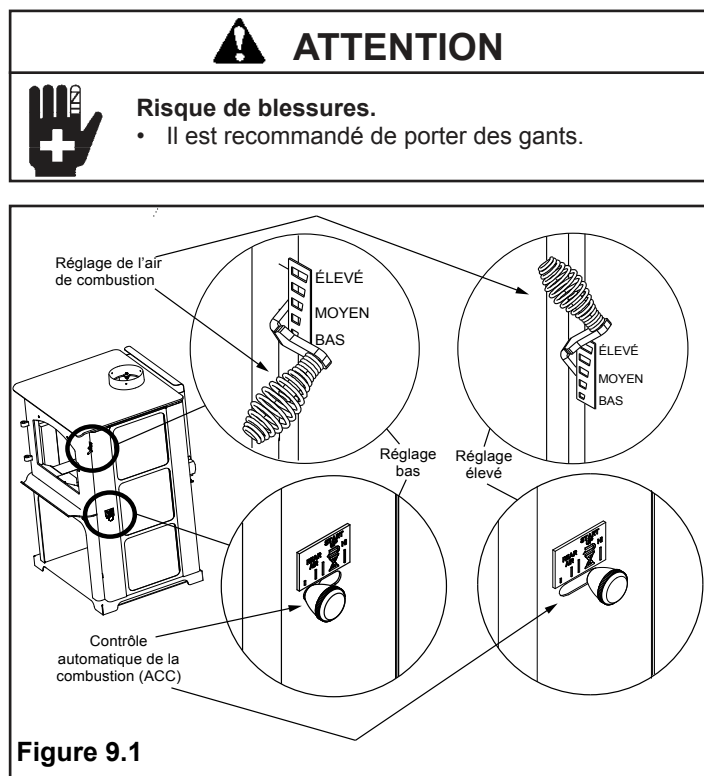

Figure 9.1
Ceci garantira un feu aussi propre que possible. Si les flammes s'éteignent, le taux de combustion est réglé à un niveau trop bas pour entretenir la combustion. Le réglage d'air situé dans l'angle supérieur droit sert à régler le taux de combustion. Il est appelé réglage de l'air de combustion. **Figure 9.1**
Cette admission d'air est située en haut sur l'avant de la boîte à feu, près du bord supérieur de la porte vitrée. Cet air préchauffé fournit l'oxygène nécessaire au mélange des gaz non brûlés pour créer une deuxième, troisième et quatrième combustion. Cet air est régulé par le réglage de l'air de combustion. Lorsque la commande est déplacée vers le haut, elle est sur le réglage maximum. Si elle est déplacée vers le bas, elle est sur le réglage minimum. **Figure 9.1**
Ouvrez entièrement les systèmes de réglage de l'air de combustion et de l'ACC. Pour le réglage de l'air de combustion, poussez la poignée à ressort vers le haut. Pour le système de minuterie de l'ACC, poussez le bouton vers l'arrière de l'appareil jusqu'à ce qu'il soit situé sous la position élevée. **Figure 9.1**
Afin de maximiser la sortie de chaleur par le système de minuterie ACC, aussi connu comme brûlage élevé, poussez le levier de commande du réglage de l'air de l'ACC vers l'arrière de l'appareil et laissez-le ainsi. Ceci, combiné avec le levier principal du taux de combustion poussé vers le haut, vous obtiendrez la plus grande quantité d'air nécessaire à obtenir la plus grande quantité de chaleur. **Figure 9.1**
- Activez ensuite le système de minuterie ACC en poussant le bouton en position élevée, complètement vers l'arrière de l'appareil, puis ramenez-le vers l'avant de l'appareil jusqu'à ce que le bouton s'arrête (**Figure 9.1 à la page 9**).